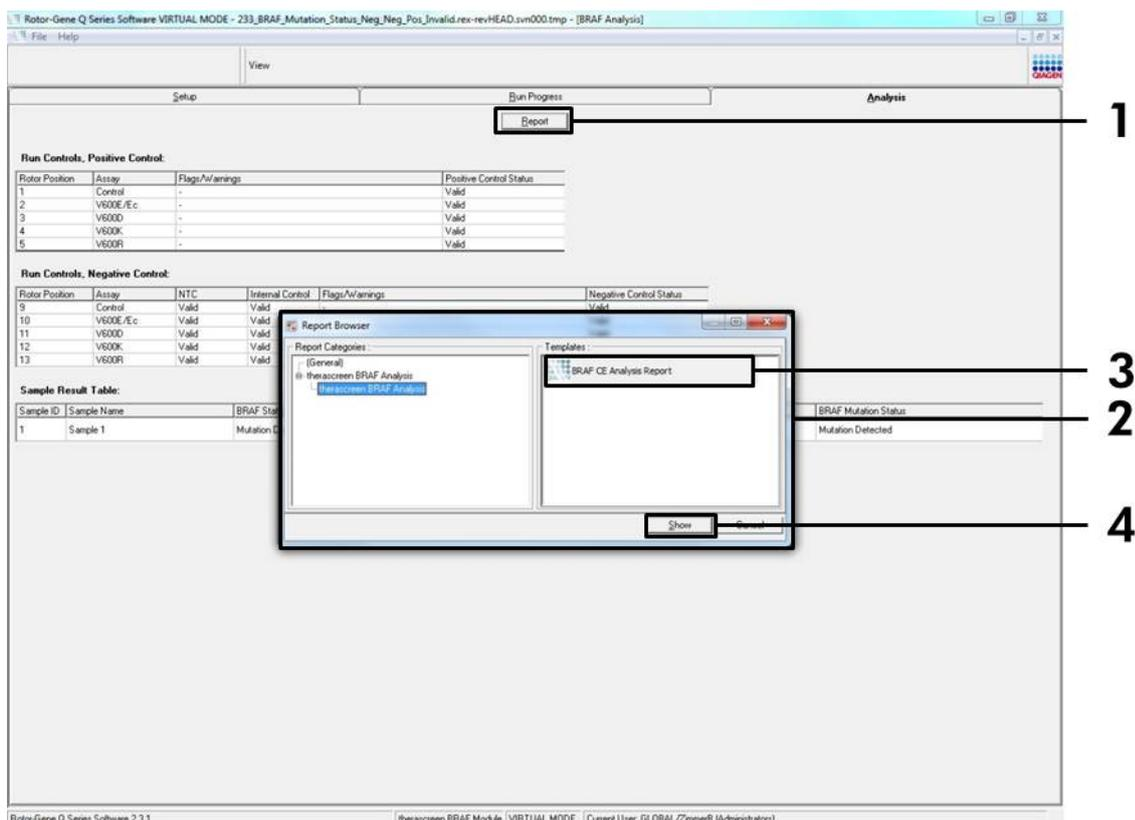

Ilustración 20. Selección del informe de análisis de BRAF CE (“BRAF CE Analysis Report”)
18. Si lo desea, puede generar archivos de informe haciendo clic en el botón “Report” (Informe). Aparecerá la ventana “Report Browser” (Explorador de informes). En el apartado “Templates” (Moldes), seleccione “BRAF CE Analysis Report” (Informe del análisis de BRAF CE) y luego haga clic en el botón “Show” (Mostrar) (ilustración 20).